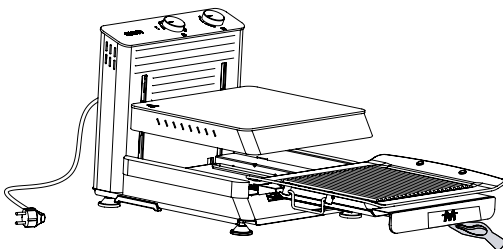
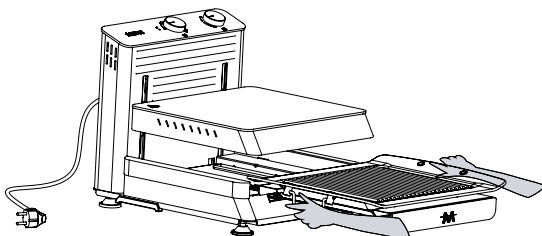

Рисунок 14
Рисунок 15
- После завершения процесса, если приготовление не требуется, переведите выключатель, расположенный на задней стороне устройства, в положение (0) и отключите шнур питания от розетки.
- Убедившись, что изделие остыло, возьмитесь за ручку и потяните ее на себя. (Рисунок 14) и снимите противень и решетку внутри изделия. (Рисунок 15).